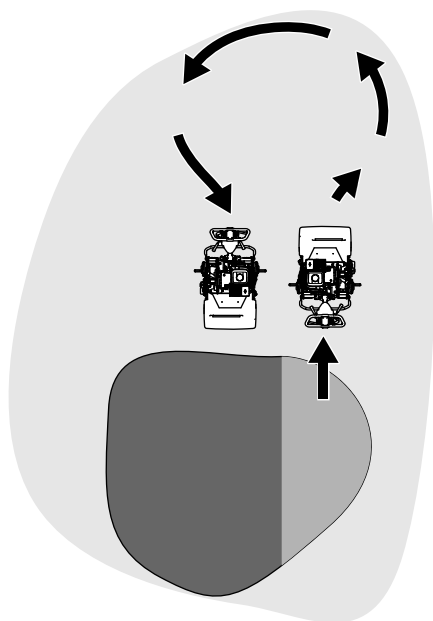

Figura 21
eseguendo una svolta a forma di goccia facendo leva sul cilindro di trazione (Figura 21).
1. Individuate la leva di innesto della trazione sulla scatola degli ingranaggi della trasmissione (Figura 21)